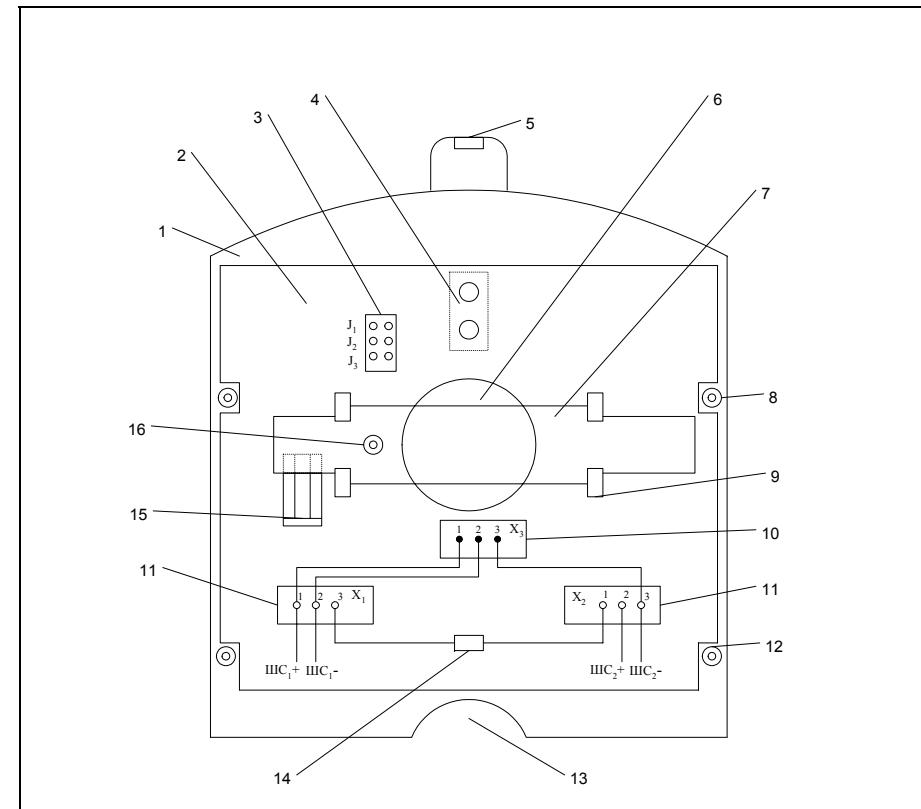

Рис. 6.1
6.2.1. Извещатель представляет собой конструкцию, состоящую из основания, внутренней крышки и наружной крышки. Основной цвет наружных поверхностей извещателя - красный. (ЦФСК 425.232.001 -01 СБ). На Рис.6.1. показано основание извещателя с платой и расположенными на ней монтажными и индикационными элементами и приводными элементами кнопки извещателя.
Провода пропустить в канал (Рис. 6.1)
После монтажа проводов поставить на место обе крышки и опломбировать в местах, указанных на Рис. 6.1. (при этом кнопка должна быть в верхнем положении).
6.2.2.1. После приемки извещателя ОТК производится пломбирование одного из винтов 14 крепления электронной платы 2 и скобы 3 крепления плоской пружины 7 к основанию 1 корпуса извещателя (с обратной стороны извещателя). Пломбирование производится печатью ОТК. Место пломбирования указано на Рис.6.1. (поз. 14).
6.2.2.2. После монтажа извещателя, монтажная организация производит пломбирование одного из винтов крепления внутренней крышки к основанию.(Рис.6.1).